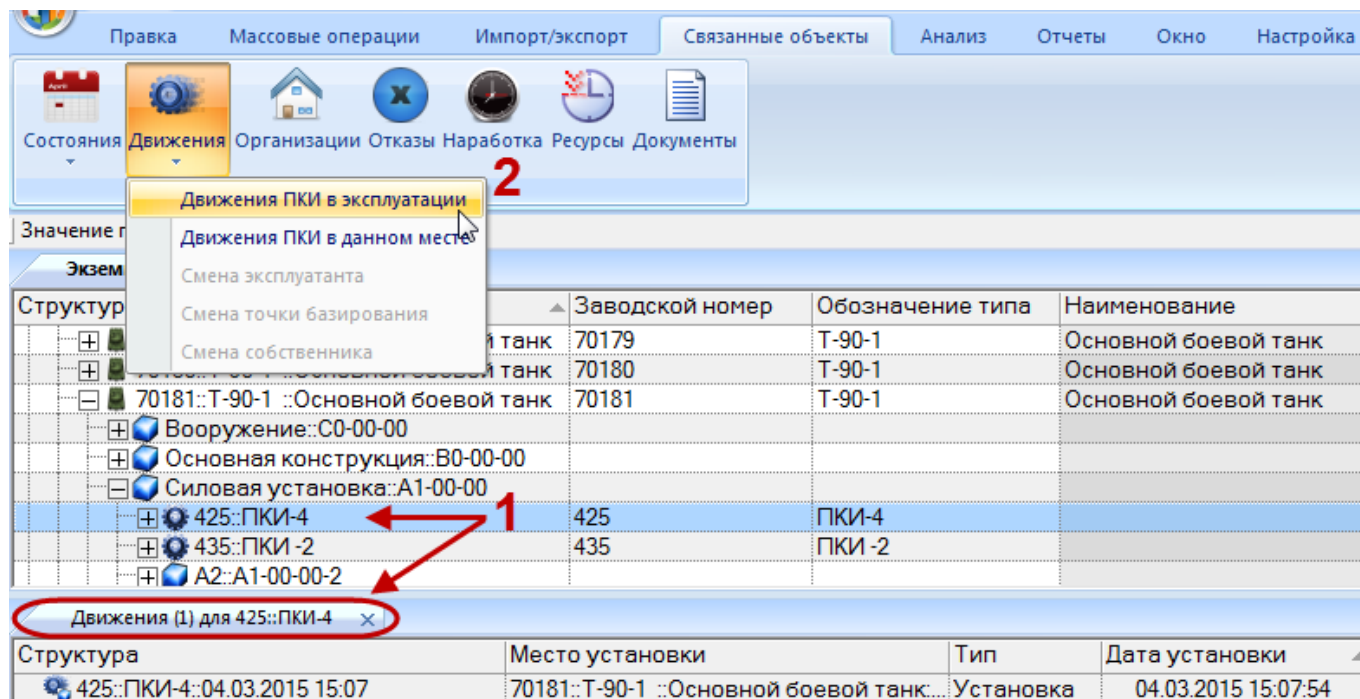

Рис. 23-5 – Окно связанных объектов «Движения ПКИ в эксплуатации»
- 2) Выделить экземпляр ПКИ (1 на рис. 23-5).
3) Нажать кнопку «Движения» панели «Связанные объекты» и из раскрывшегося списка выбрать пункт «Движения ПКИ в эксплуатации» (2 на рис. 23-5).
4) Открывается окно связанных объектов «Движения ПКИ в эксплуатации» для выбранного экземпляра ПКИ (рис. 23-5).